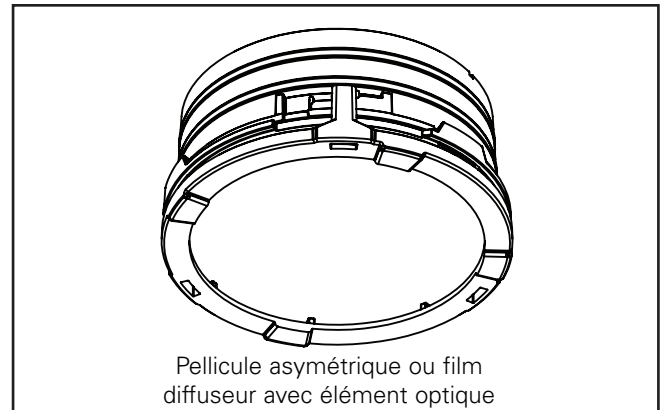

Figure 20
8. Pour ajuster l'orientation de la pellicule asymétrique, tenez la languette de l'étiquette et tournez-la dans la position souhaitée. (Figure 20).